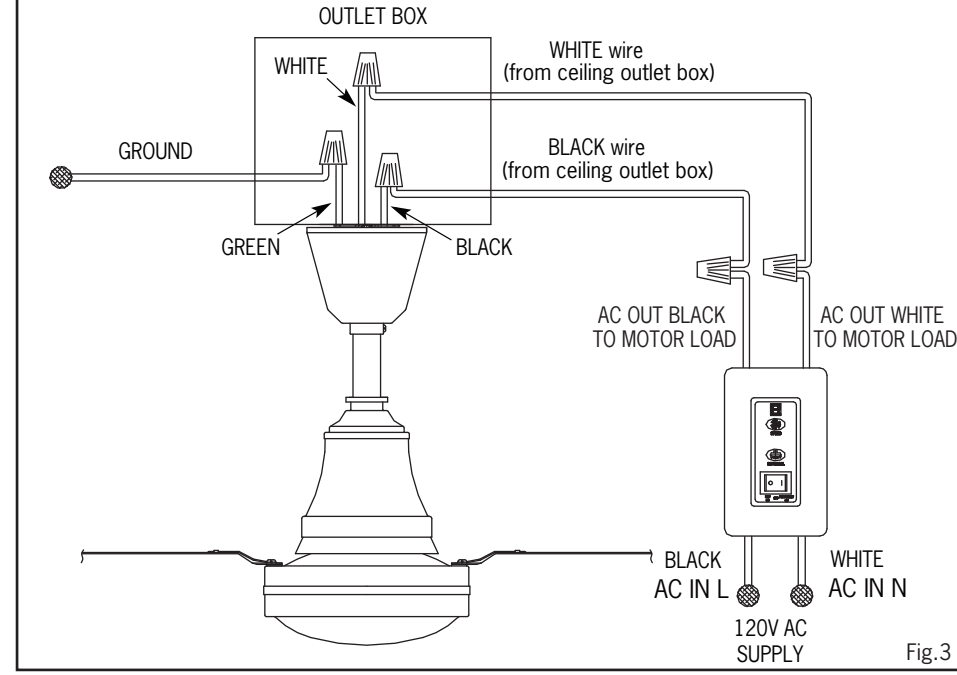

Fig.3
Voir la figure 3
3. Connect the lead wires to the power supply, (shown in Fig. 3).
See Fig. 3
Effectuez les connexions de câbles suivantes à l'unité de réception (voir fig.3) à l'aide des serre-fils fournis
- Effectuez les connexions de câbles suivantes à l'unité de réception (voir fig.3) à l'aide des serre-fils fournis
Make the following wire connections to the receiver unit (see fig.3) using the wire nuts supplied.